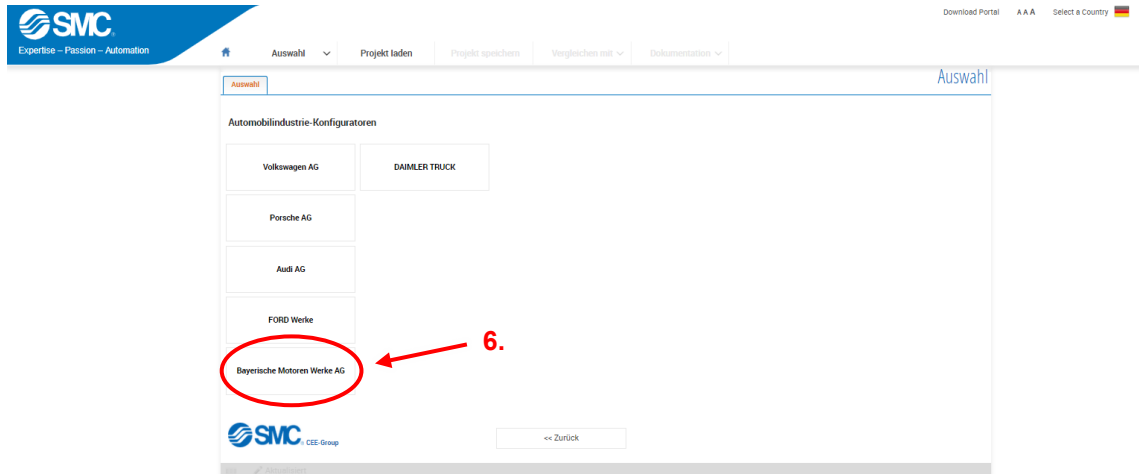

Abbildung 4
6. Auf die Schaltfläche „Bayerische Motoren Werke AG“ klicken (Abbildung 4).